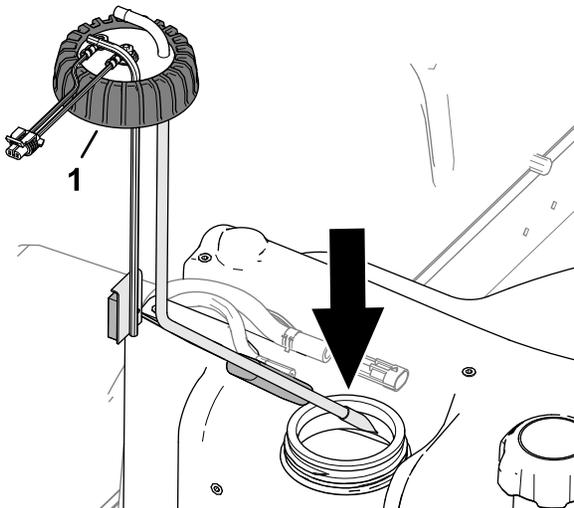

Figura 128
2. Montate con attenzione il tubo di prelievo del carburante e il galleggiante nel serbatoio del carburante (Figura 128).